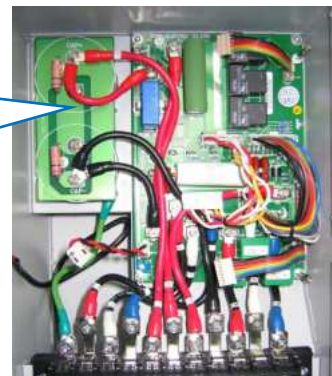

Рис.4.6
4.11.3. Подключить щупы мультиметра к клеммам «CAP+» и «CAP —» Ёмкостного модуля ЗПТ (рис.4.6).
4.11.6. Подключить щупы мультиметра к клеммам «CAP+» и «CAP —» (рис.4.6).